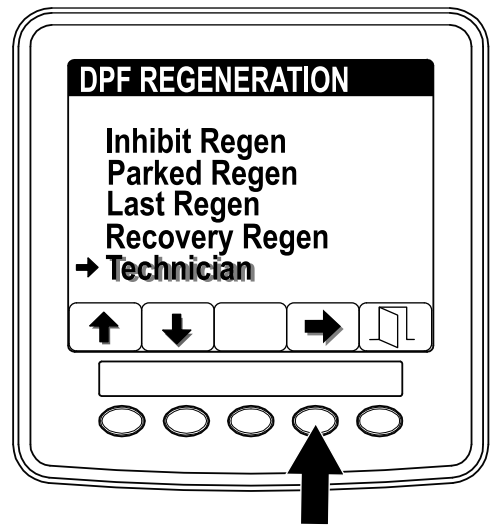

Figura 36
1. Accedete al menu DPF Regeneration e premete i pulsanti 1 o 2 per far scorrere il menu verso il basso fino all'opzione TECHNICIAN (Figura 36).
2. Premete il pulsante 4 per selezionare la voce Technician (Figura 36).